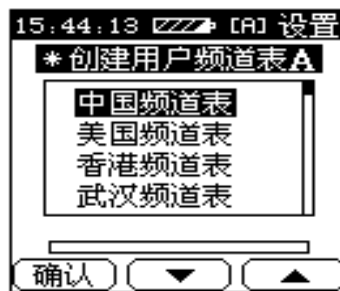

图 3-4
4. 按下 F1 键进行下一步，将仪器与有线电视信号系统相连后按 F2 和 F3 键选择一个要创建的频道表，如图 3-4。